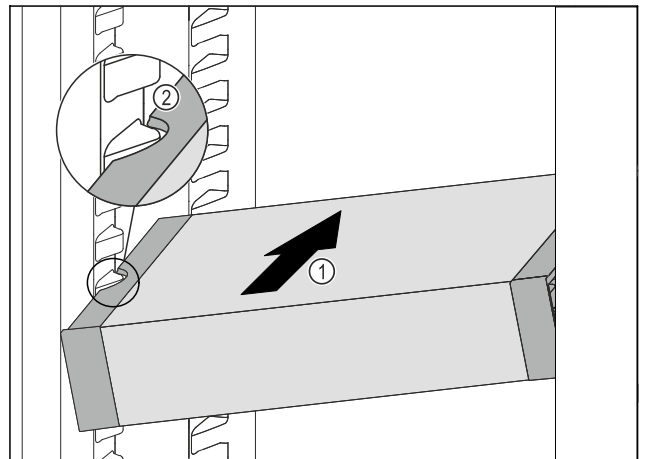

Fig. 78
- ▶ 将 VarioSafe 斜插入冷藏区中 Fig. 78 (1)，直至 VarioSafe 的侧部凹槽 Fig. 78 (2) 与冷藏区中的容器肋梁持平。